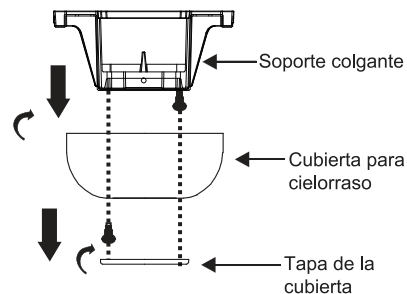

Fig. 5
Paso 1. Retire la tapa inferior de la cubierta decorativa haciéndola girar en sentido antihorario. (Fig. 5)
Paso 2. Retire el soporte de montaje para cielorraso quitando uno de los dos tornillos (que debe guardarse). Afloje media vuelta el otro tornillo. (Fig. 5)